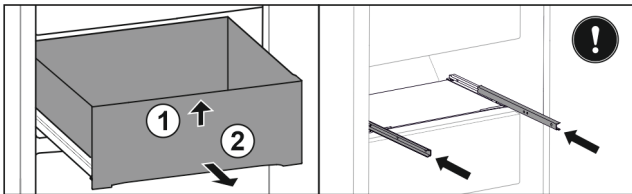

Fig. 28*
- ▶ Schuiflade aan de voorkant optillen Fig. 28 (1).*
- ▶ Er naar voren toe uithalen Fig. 28 (2).*